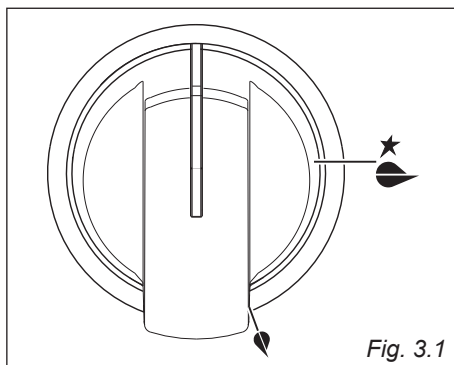

Fig. 3.1
- Svitare la vite di fissaggio della protezione “A” dietro la cucina (fig. 3.1).
L'afflusso del gas ai bruciatori è regolato da un rubinetto valvolato comandato dalla manopola di fig. 3.1.
- ✓ L'accensione elettrica è incorporata nelle manopole dei bruciatori e si identifica per il simbolo ★ vicino al simbolo " 🔹 " (fig. 3.1).